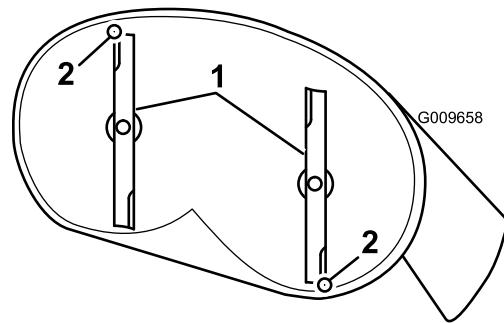
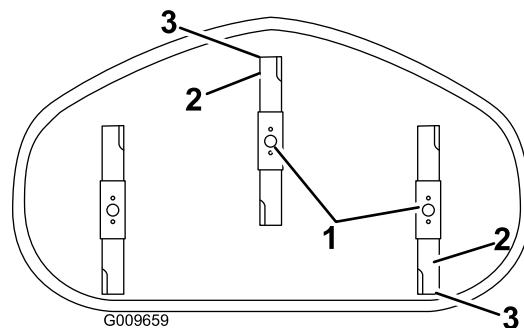

Bild 64
Bild 65
5. Messen Sie zwischen der Messerspitze vorne und hinten und der ebenen Oberfläche (Bild 64 und Bild 65). Stellen Sie die vordere Sicherungsmutter ein, wenn die vordere Schnittmesserspitze nicht um 1,6–7,9 mm tiefer liegt als die hintere.
4. Drehen Sie die Messer vorsichtig, sodass sie in Längsrichtung zeigen (Bild 64 und Bild 65).
8. Prüfen Sie noch einmal die Neigung in Längsrichtung. Stellen Sie die Mutter ein, bis die vordere Schnittmesserspitze um 1,6–7,9 mm tiefer liegt als die hintere Spitze (Bild 64 und Bild 65).